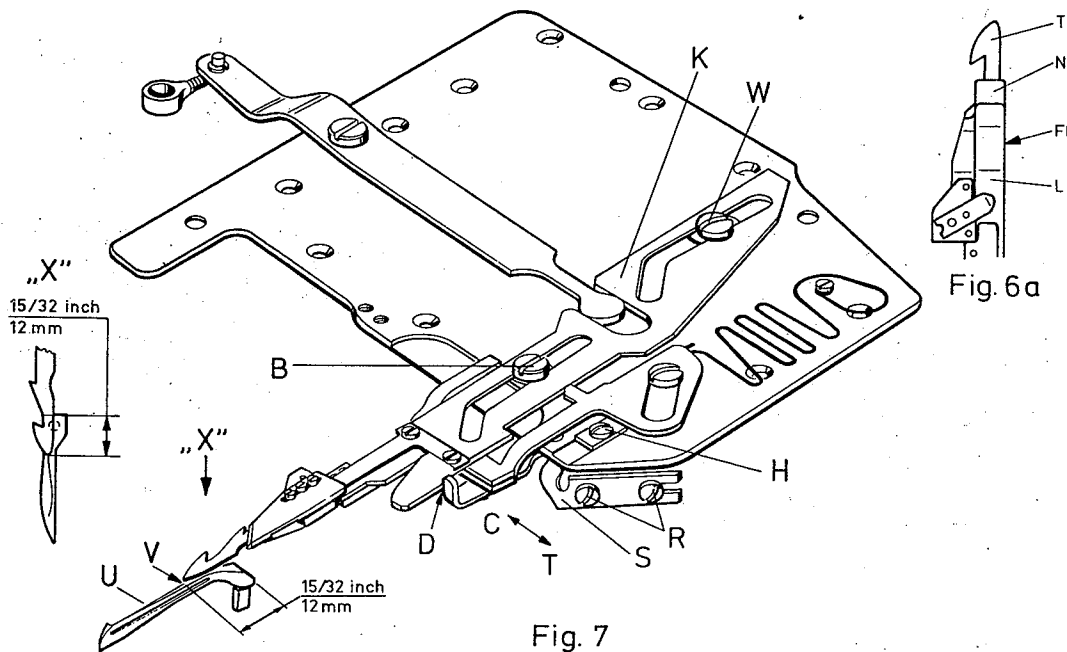
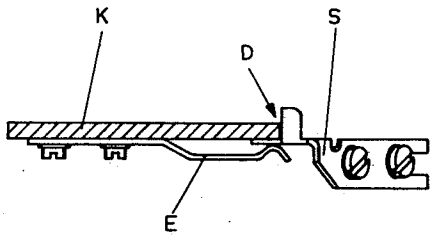
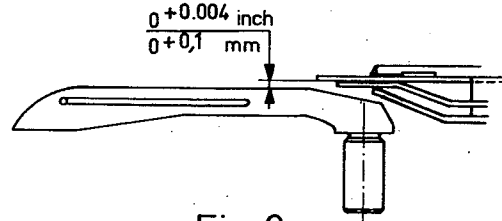

Fig. 7
Fig. 8
Fig. 9
- 6.1 Loosen screws (R, Fig. 7) and move guide (S) in direction of arrow to "T".
- 6.3 The lower knife tip and edge of looper (U, Fig. 7) coincide point (V, Fig. 7) when swinging lower knife to the left.
To obtain this setting loosen screw (W, Fig. 7) and rotate lower knife holder (K) around screw (B) until the lower knife tip is set correctly at point "V". Retighten screw (W).
- 6.1 Lösen Sie die Schrauben (R, Fig. 7) und schieben Sie die Seitenführung (S) in Pfeilrichtung nach "T".
- 6.3 Die Untermesserspitze und die Greiferkante (U, Fig. 7) decken sich während des Einschwenkens des Untermessers im Punkt (V, Fig. 7).
Zur Einstellung löst man die Schraube (W, Fig. 7) und dreht den Untermesserträger (K) um die Schraube (B) bis die Untermesserspitze in der richtigen Stellung bei "V" steht. Ziehen Sie die Schraube (W) wieder an.
6.4 Swing KLIPP-IT until the lower knife tip reaches point (V, Fig. 7). Now move guide (S, Fig. 7) in direction of arrow to "C" until it contacts the lower knife holder (K) at point "D" without deflecting it.
6.4 Schwenken Sie den KLIPPAB ein bis die Untermesserspitze im Punkt (V, Fig. 7) steht. Jetzt schieben Sie die Seitenführung (S, Fig. 7) in Pfeilrichtung nach "C" bis sie im Punkt "D" am Untermesserträger (K), ohne zu drücken, anliegt.
The height of the lower knife above looper blade (Fig. 9) can be adjusted simultaneously by lowering or raising guide (S, Fig. 8), as the guide (S, Fig. 8) is positioned between lower knife holder (K, Fig. 8) and spring (E, Fig. 8). Retighten screws (R, Fig. 7).
Gleicheitig wird mit der Seitenführung (S, Fig. 8), durch Verschieben nach oben oder unten, die Höhe des Untermessers über dem Greifferrücken eingestellt (Fig. 9), da die Seitenführung (S, Fig. 8) zwischen Untermesserträger (K, Fig. 8) und Feder (E, Fig. 8) liegt. Ziehen Sie die Schrauben (R, Fig. 7) wieder an.
Note: Every time the screw (W, Fig. 7) is loosened for adjusting the lower knife tip, it is necessary to readjust the guide (S, Fig. 7).
Beachten Sie: Nach jedem Lösen der Schraube (W, Fig. 7) zum Einstellen der Untermesserspitze, muß die Seitenführung (S, Fig. 7) neu eingestellt werden.